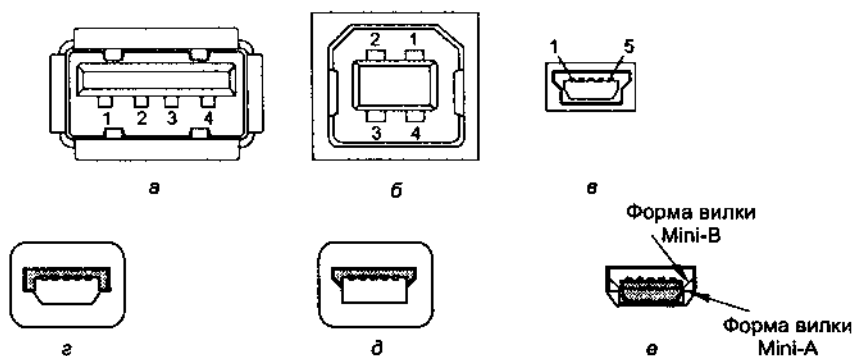
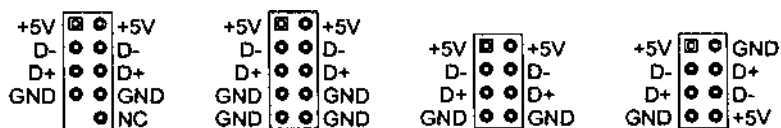

Рис. 17.5. Разъемы USB: а — гнездо А, б — гнездо В, в — гнездо mini-B, г — вилка mini-B, д — вилка mini-A, е — гнездо mini-AB
Рис. 17.6. Варианты разъема USB на системной плате
- ◆ *Л.* Гнезда (рис. 17.5, *а*) устанавливаются на нисходящих портах хабов, это стандартные порты подключения устройств. Вилки типа А устанавливаются на шнурах периферийных устройств или восходящих портов хабов.
- ◆ *В.* Разъемы этого типа используются для шнуров, отсоединяемых от периферийных устройств, и восходящих портов хабов (от «мелких» устройств — мышей, клавиатур и т. п. кабели, как правило, не отсоединяются). На устройстве устанавливается гнездо (рис. 17.5, *б*), на кабеле — вилка.
- ♦ *Mini-B*. Разъемы этого типа (рис. 17.5, в, з) используются для отсоединяемых шнуров малогабаритных устройств.
- ♦ *Mini-A*. Этот тип (рис. 17.5, д) введен в спецификации OTG (см. 17.8), вилки используются для подключения к портам малогабаритных устройств с гнездом mini-AB.
- ♦ *Mini-AB*. Гнезда (рис. 17.5, е) введены в спецификации OTG для портов двухролевых устройств, которые могут вести себя как хост (если в гнездо вставлена вилка mini-A) или как периферийное устройство (если в гнездо вставлена вилка mini-B).
Назначение выводов разъемов USB приведено в табл. 17.1, нумерация контактов показана на рис. 17.5. Штырьковые разъемы, устанавливаемые на системной плате (рис. 17.6), предназначены для кабелей «выкидышей», которыми подключаются дополнительные разъемы USB, устанавливаемые на передней или задней стенках корпуса компьютера (иногда на боковых). На эти разъемы порты выводятся парами, причем у разных производителей подход к универсальности и защите от ошибочных подключений различен. Подключение «выкидыша», не подходящего к разъему, приводит к неработоспособности порта (к счастью, как правило, временной). Ошибка в подключении цепей GND и +5V может приводить к нагреванию кабелей и разъемов из-за короткого замыкания питающей цепи.
Спецификация On-The-Go Supplement to USB 2.0 Specification (2003 г.) определяет дополнения к USB 2.0, необходимые для организации упрощенного соединения пары устройств. Большая часть спецификации посвящена описанию разъемов (см. рис. 17.5), и терминология OTG тоже привязана к типам разъемов (собственно, пользователь видит разъемы на устройствах и просто пытается соединить их доступными кабелями):